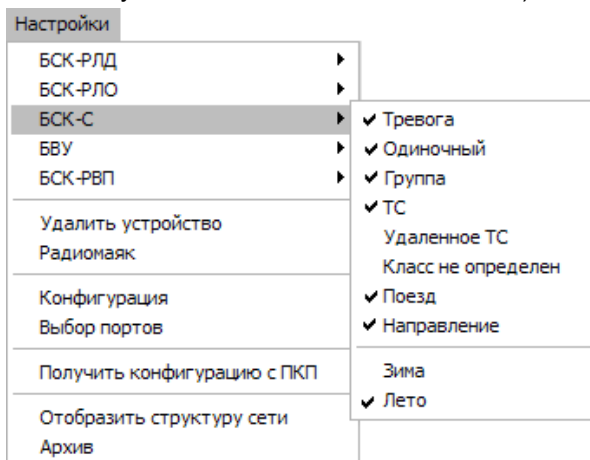

Рисунок 1.14
1.3.4.3 Настройка «БСК-С». Щелкнуть по «БСК-С» в меню «Настройки» и выбрать необходимые параметры, рисунок 1.14, (смотри руководство по эксплуатации БАЖК.425139.010 РЭ-Р).